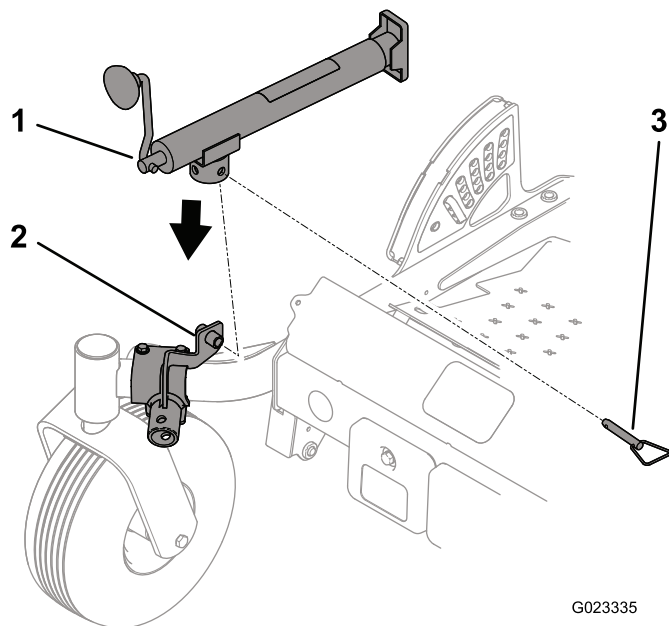

図 3
- ・ ジャッキチューブの穴を、ジャッキマウントの上部にある収納チューブの穴に合わせる（図 3）。
- ・ ジャッキを収納チューブに入れてジャッキピンで固定する（図 3）。